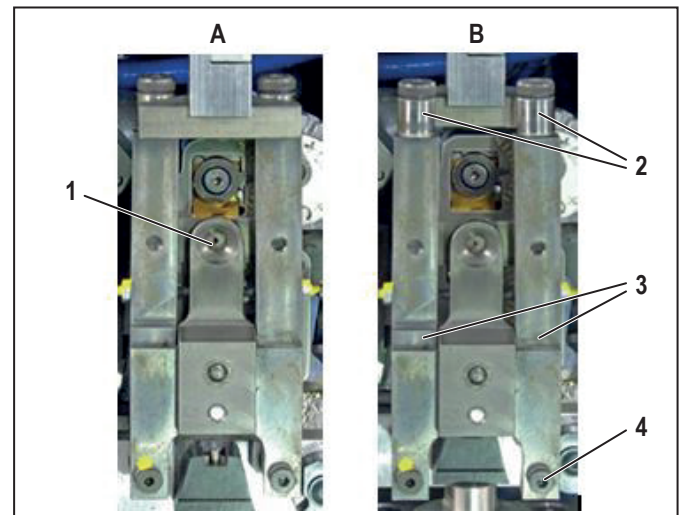

Figura 8.3 Unidade de fixação do fio entrançado na posição de operação (A) e puxada para a frente (B)
- Puxe a unidade de fixação do fio entrançado para a frente (Figura 8.3, B).
- Verifique se os rolos (2) conseguem movimentar-se livremente. Se for necessário, lubrifique os pontos de rotação dos rolos.
- Lubrifique os pontos de rotação (4) da unidade de fixação do fio entrançado.
- Certifique-se de que a unidade de fixação do fio entrançado se encontra na posição frontal (Figura 8.3, B).
- Retire o parafuso inferior direito da unidade de fixação do fio entrançado (Figura 8.3, 4).